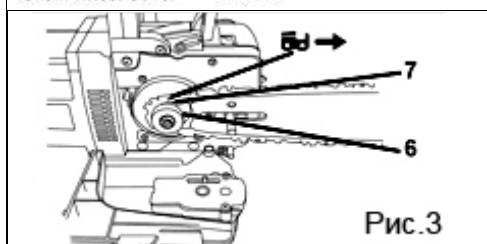
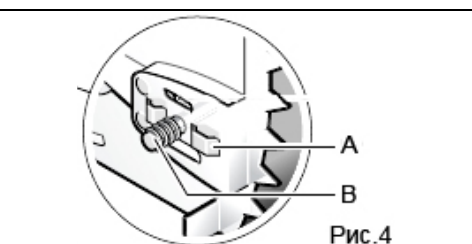

Рис.3
Рис.4
- Уложите звенья цепи на цепную звездочку (6, Рис. 3) на зубья звездочки (7, Рис. 3) и установите шину (4, Рис. 2) так, чтобы расположенные перед и позади крепящего болта (B, Рис. 4) водила шины (A, Рис. 4) попали в продольное отверстие шины (7, Рис. 3).